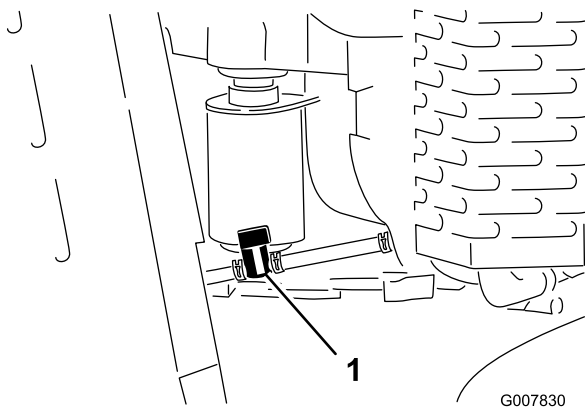

Figura 37
4. Gire la válvula de cierre del combustible a la posición de cerrado (Figura 37).
5. Apriete los extremos de la abrazadera en el lado del motor de la válvula de cierre, y deslícela por el tubo de combustible, alejándola de la válvula (Figura 37).
6. Retire el tubo de combustible de la válvula (Figura 37). Abra la válvula de cierre del combustible y deje que la gasolina se drene en un recipiente.
3. Gire la válvula de cierre del combustible a la posición de cerrado (Figura 37).
7. Gire la válvula de cierre del combustible a la posición de abierto (Figura 37).